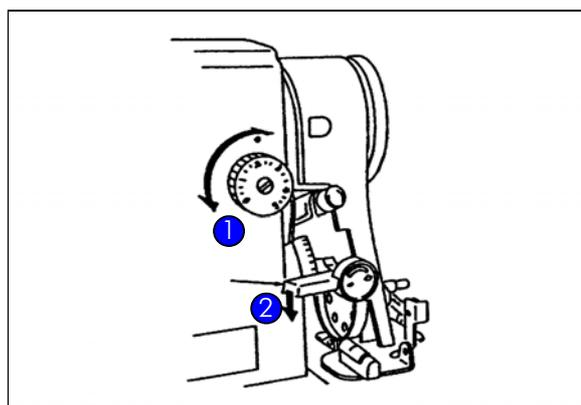

Figure 16 Réglage de la longueur du point
- ▶ Régler la longueur du point avec le disque de réglage ①; le levier de retour ② suit le réglage (Figure 16).